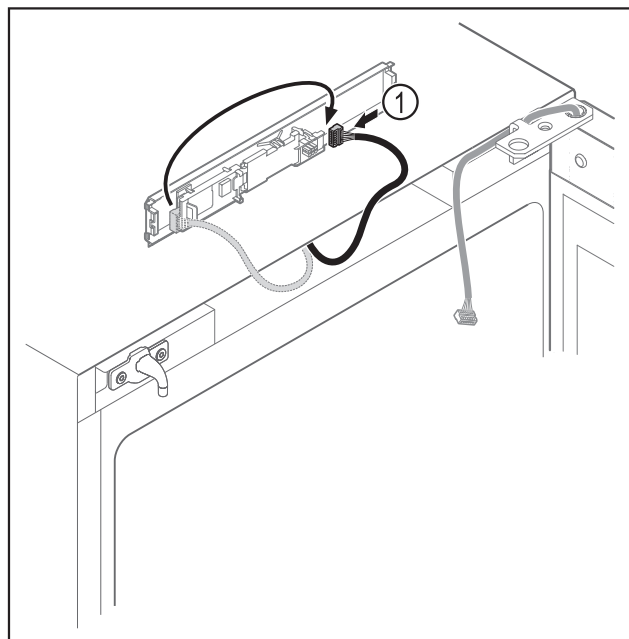

Fig. 7
- ▶ Переставьте штекер Fig. 7 (1) на панели.